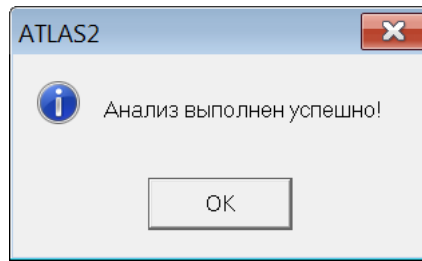

Рис. 11-139 – Информационное окно
- 6) В открывшемся информационном окне нажать «ОК» для его закрытия (рис. 11-139).